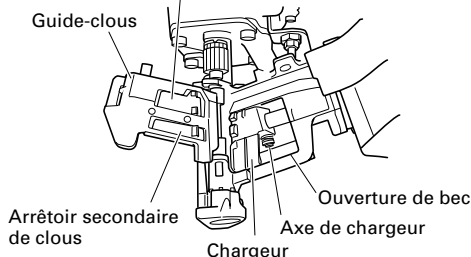

Fig. 14
- (2) Ouvrez le guidage de clous et enlevez la poussière etc. (voir Fig. 14)